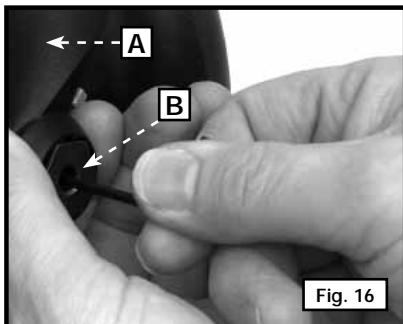
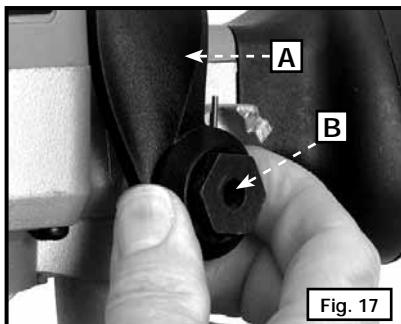
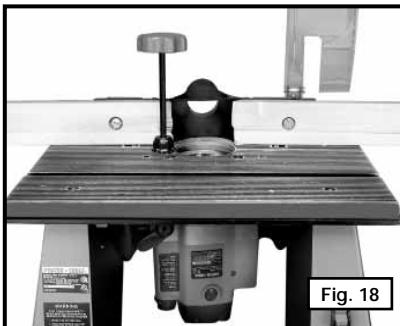
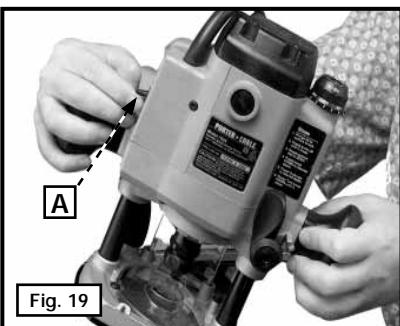

Fig. 16
Fig. 17
Fig. 18
Fig. 19
1. Sujete la palanca de fijación de la profundidad de penetración (B) Fig. 16.
2. Introduzca una llave hex de 3/32" (no suministrada) a través del centro del perno de fijación de la profundidad de penetración (B), Fig. 16, en el tornillo de ajuste, y gírela en sentido contrario al de las agujas del reloj aproximadamente una vuelta.
3. Presione la palanca de fijación de la profundidad de penetración (A), Fig. 17, para dejar al descubierto la cabeza del perno de fijación de la profundidad de penetración (B), Fig. 17.
4. Mientras mantiene presionada la palanca de fijación de la profundidad de penetración (A), Fig. 17, gire el perno de fijación de la profundidad de penetración (B), Fig. 17, en el sentido de las agujas del reloj para hacer girar dicho perno hacia adentro, o en sentido contrario al de las agujas del reloj para hacer girar dicho perno hacia afuera, de posición en posición, hasta que se logre el ajuste adecuado. El ajuste adecuado se logra cuando la palanca de fijación de la profundidad de penetración (A), Figs. 18 y 19, puede fijarse en la posición de movimiento libre de la manera que se muestra en la Fig. 18 y en la posición de profundidad fija (Fig. 19).
5. Mueva la palanca de fijación de la profundidad de penetración (A), Figs. 18 y 19, hasta el centro de esas 2 posiciones. Introduzca la llave Allen a través del centro del perno de fijación de la profundidad de penetración (B), Fig. 16, en el tornillo de ajuste, y gírela en el sentido de las agujas del reloj para apretar.
Sostenga la herramienta en la posición de funcionamiento. Utilice el dedo del índice en la mano derecha del lyour para levantar del interruptor (A) Fig. 19 a la posición de "on". La herramienta seguirá siendo "on" hasta que usted baje el interruptor (A).